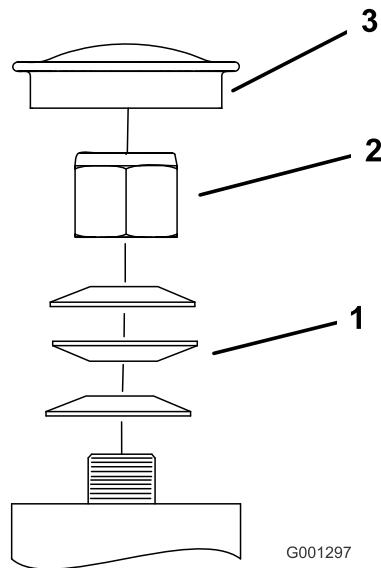

Figura 58
- Retire el tapón anti-polvo de la rueda giratoria y apriete la contratuerca (Figura 58).
- Apriete la contratuerca hasta que las arandelas de muelle estén planas, luego afloje 1/4 de vuelta para establecer la pre-carga correcta de los cojinetes (Figura 58).
Importante: Asegúrese de que las arandelas de muelle están correctamente instaladas, según se muestra en Figura 58.
- Coloque el tapón guardapolvo (Figura 58).